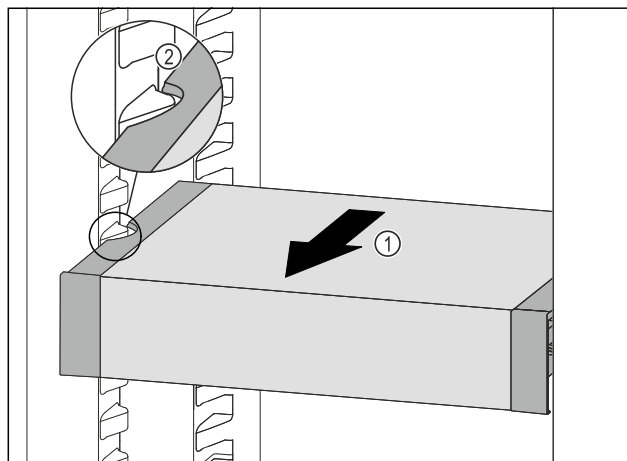

Fig. 93
- Ladicu VarioSafe vucite prema naprijed Fig. 93 (1) sve dok se bočni otvori ladice VarioSafe ne nađu na visini žlijeba spremnika u hladnjaku. Fig. 93 (2)